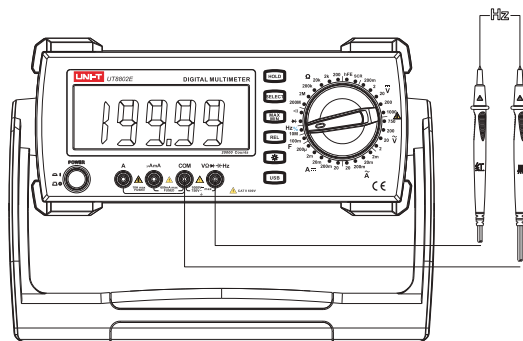

Rysunek 5
5. Pomiar pojemności (patrz rys. 5)